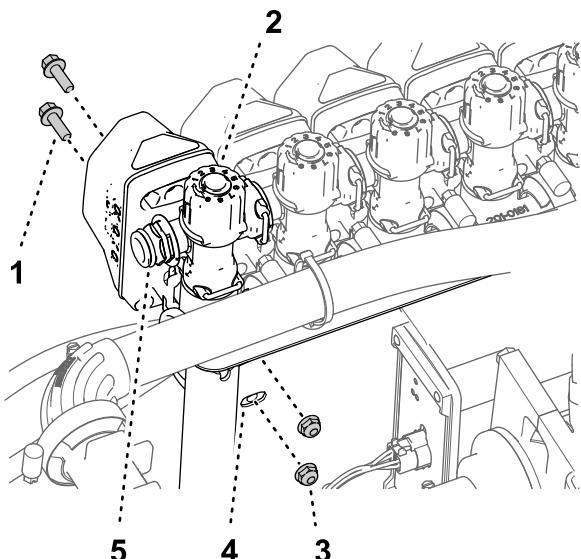
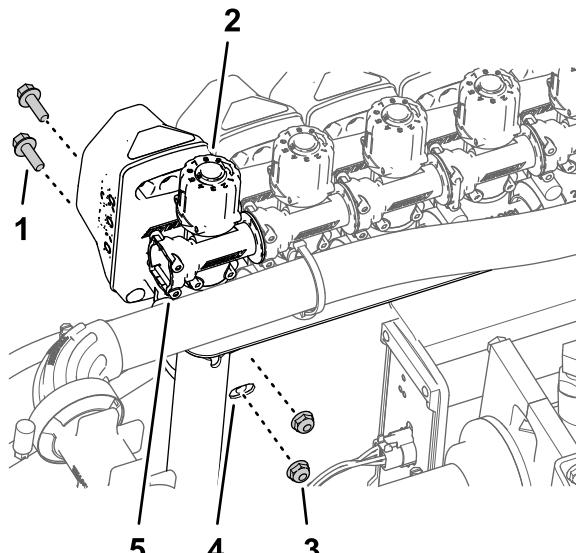

Figura 105
Figura 106
3. Montate la valvola dell'ugello 10 sul supporto della valvola (Figura 105 o Figura 106) con i 2 bulloni a testa flangiata ($\frac{1}{4}$ " x $\frac{3}{4}$ ") e i 2 dadi di bloccaggio ($\frac{1}{4}$ ") che avete rimosso al passaggio 2 di Rimozione delle valvole di sezione dal supporto del collettore (pagina 33).